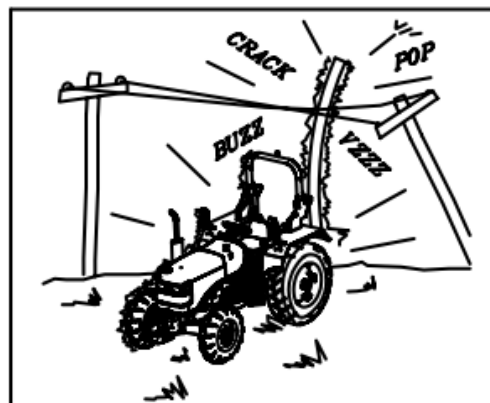

Fig. 2-15
**AVISO:** Um contacto accidental com as linhas de alta voltagem pode provocar a morte. No caso de contacto com condutores de alta voltagem, NÃO deixe o trator, mova o trator e/ou o carregador frontal de forma a eliminar o contacto e atingir uma distância segura (Fig. 2-15)